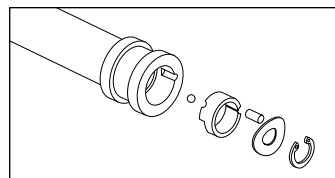

Abb. 3
7. Entfernen Sie vorsichtig die Rasterplatte, die Wellenscheibe, den Rasterstift und die Rasterkugel. Die Rasterkugel befindet sich unter der Rasterplatte (Abb. 3). Achten Sie darauf, daß die Rasterkugel nicht verlorengeht. Sie ist klein und leicht zu verlieren.